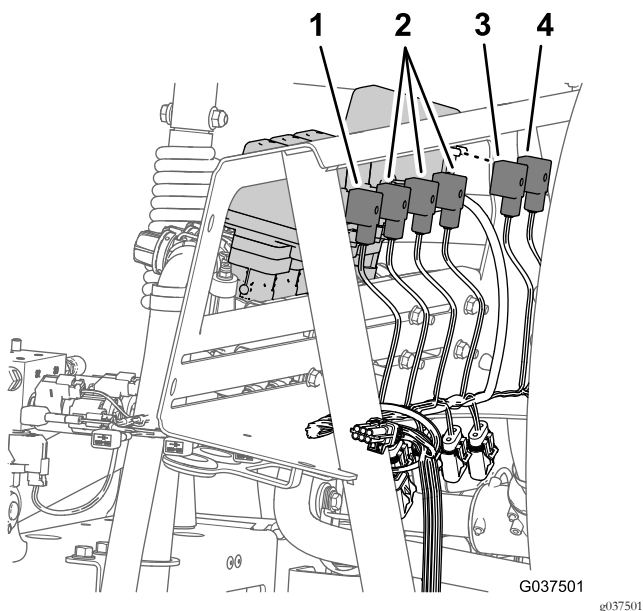

图22
2. 在歧管安装架后面将 3 插槽接头从搅拌阀中断开将 3 插槽接头从 3 个喷洒臂段阀中断开 图22。